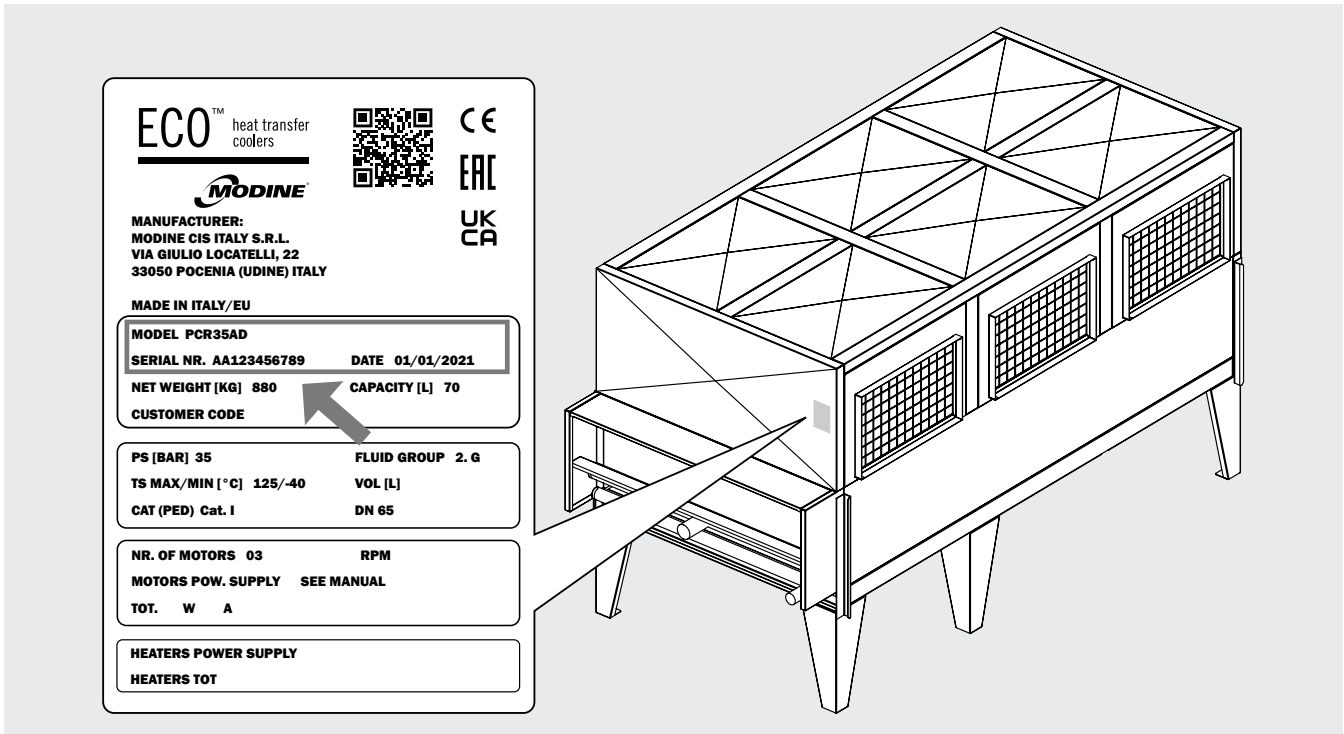

Figura 1
- 3.1 Per qualsiasi comunicazione, richiesta di assistenza o ricambi, fornire il nome del modello e il numero di serie riportati sulla targhetta dati. Si osservi la Figura 1.